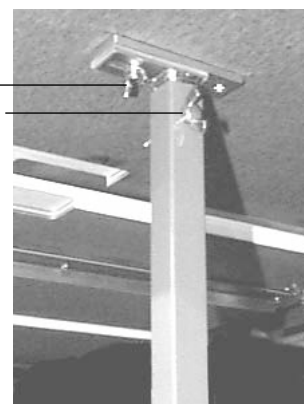

Fig. 6
9. Рис. 6. Затяните средний установочный винт, закройте все защелки, введите стойку и затяните винты со шляпками